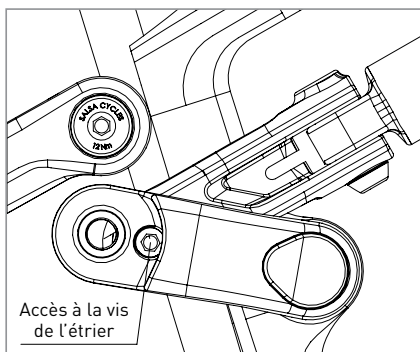

Figure 3 – Emplacement de l'outil d'accès à la vis de l'étrier
1. Les vis de l'étrier de l'amortisseur sont difficiles d'accès en raison de leur emplacement à l'intérieur du cadre. Elles présentent une découpe hexagonale sur le côté fileté de la vis de l'étrier (figure 3) pour permettre l'accès depuis l'extérieur. Avec cette méthode de dépose, assurez-vous que l'étrier de l'amortisseur est tourné de manière à ce que les têtes des vis ne touchent pas le tube de selle et ne rayent pas le cadre.